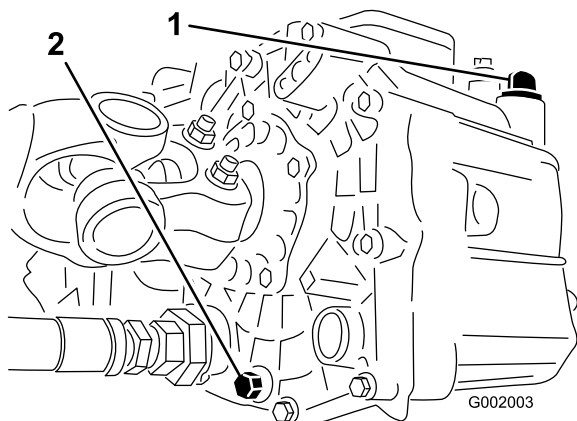

Figura 55
3. Retire el tapón de vaciado del lado del depósito y deje que se drene el fluido hidráulico al recipiente (Figura 55).